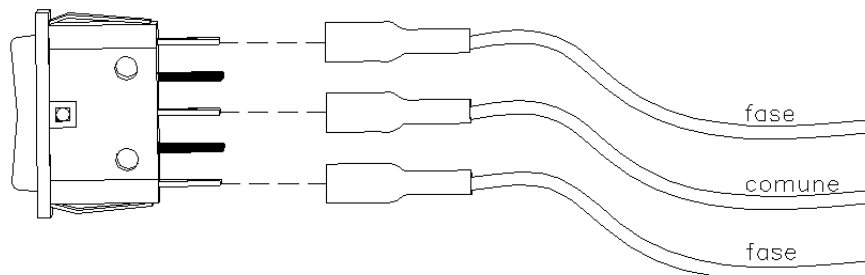

fig. 4
- Dopo aver assicurato i cavi all'interno dei Fastom in dotazione, effettuare i collegamenti elettrici secondo lo schema riportato in fig. 4.